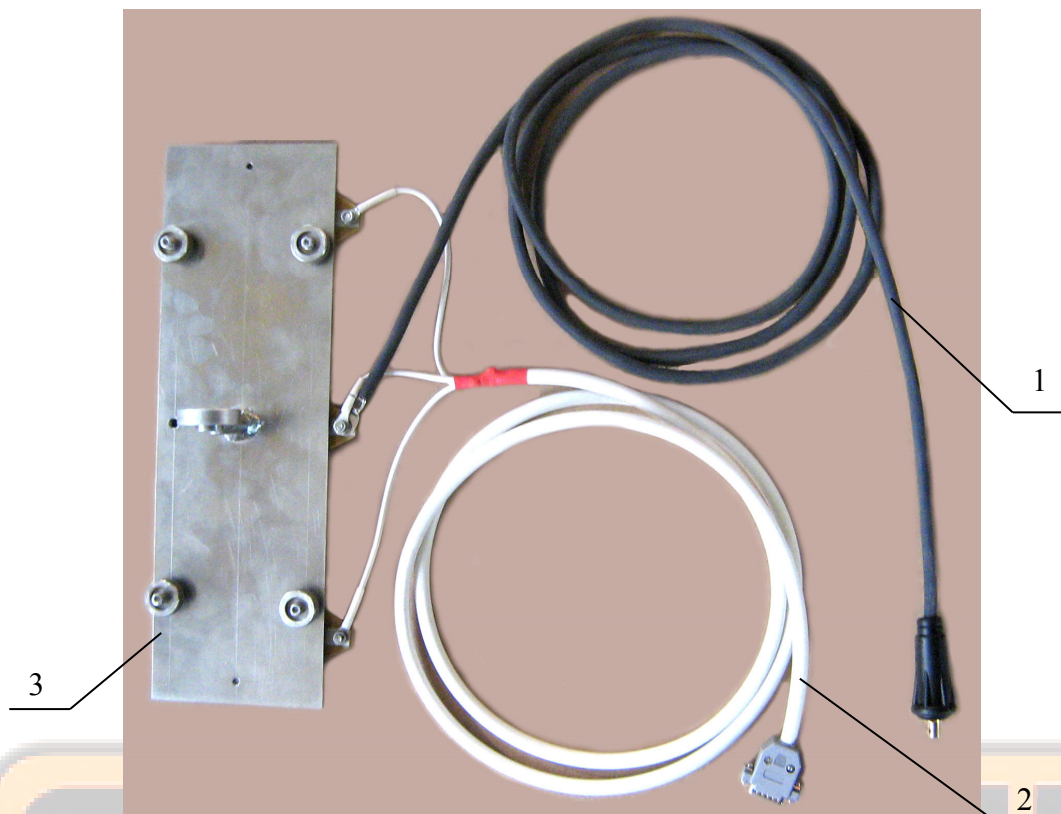

Рис. 3
- подключение сигнального кабеля (поз.2, рис.3) и кабеля изделия (поз.1, рис.3) произвести в соответствии с Рис.3. При этом, короткий вывод сигнального кабеля (поз.2, рис.3) подключается к центральной клемме, а длинные - к крайним клеммам в произвольном порядке. При подключении к центральной клемме сначала подключить кабель изделия (поз.1, рис.3), а затем сигнальный кабель (поз.2, рис.3)